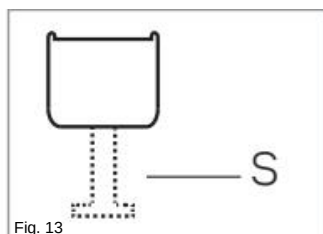

Fig. 12
- Riempire lo spazio sul lato non incernierato con la guarnizione o la striscia di tenuta fornita in dotazione, come mostrato in Fig. 12.